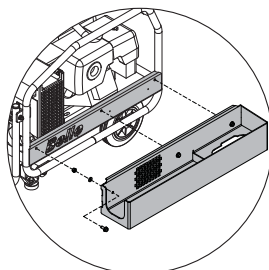

рис. 5
1. Приставить лоток для инструмента к левому щитку, чтобы три боковых отверстия в лотке совпали с тремя отверстиями на боковом щитке. Прикрепить лоток к раме тремя болтами М8 с гайками и шайбами из комплекта. Затянуть до 28 Нм (см. рис. 5)